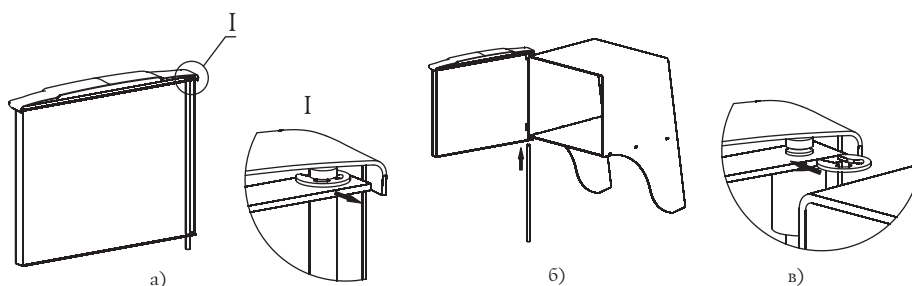

Рисунок 9. Установка дверцы при монтаже печи.
1. Извлеките ось из дверцы, предварительно сняв упорную быстросъемную шайбу, рисунок 9.а;
3. Вставьте ось через отверстия снизу вверх, с расположением канавки под шайбу в верхней части оси, рисунок 9.б;
4. Установите упорную быстросъемную шайбу в канавку на оси, рисунок 9.в